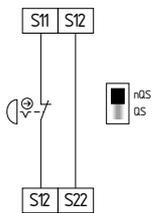

Fig. 8
**Circuito de parada de emergência de canal único com dispositivos de comando conforme ISO 13850 (EN 418) e IEC 60947-5-5 (ver Fig. 8)**